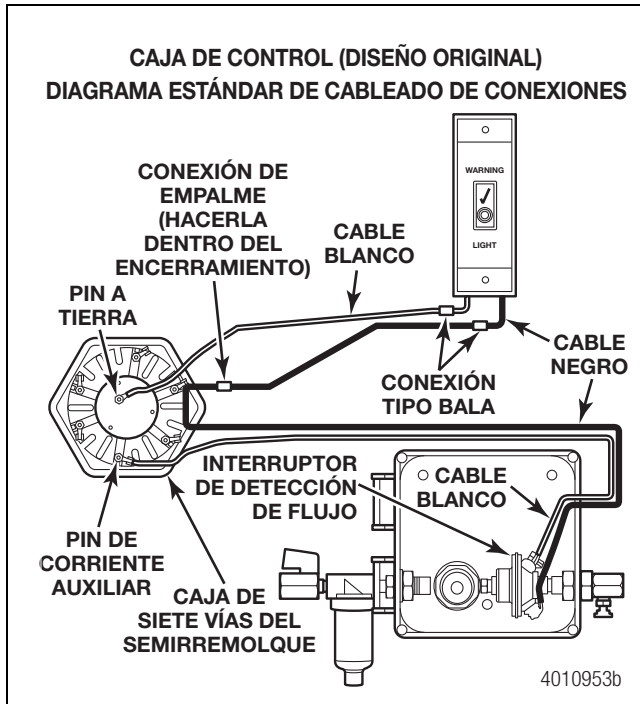
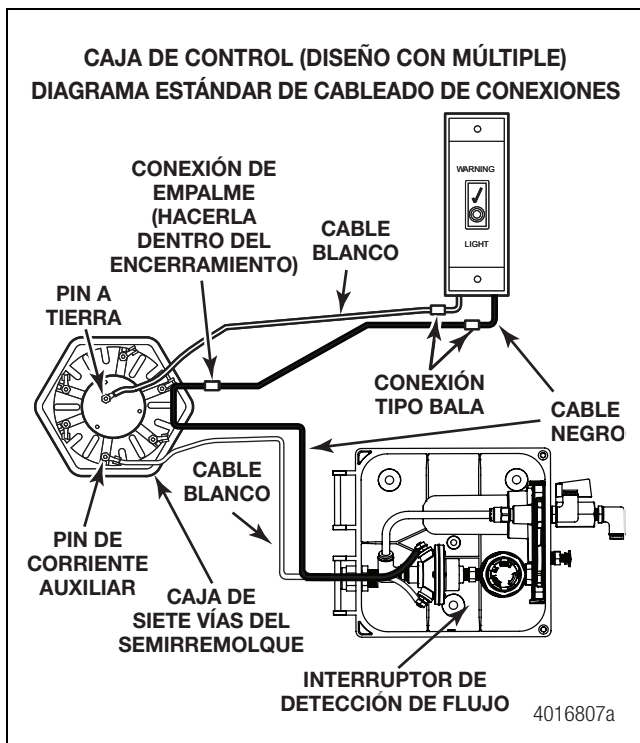

Figura 2.71
Figura 2.72
- En la caja de siete vías del semirremolque, conecte los terminales en forma de anillo proporcionados con los cables blancos: uno proveniente de la luz indicadora y el otro proveniente de la caja de control. Figura 2.71 y Figura 2.72.